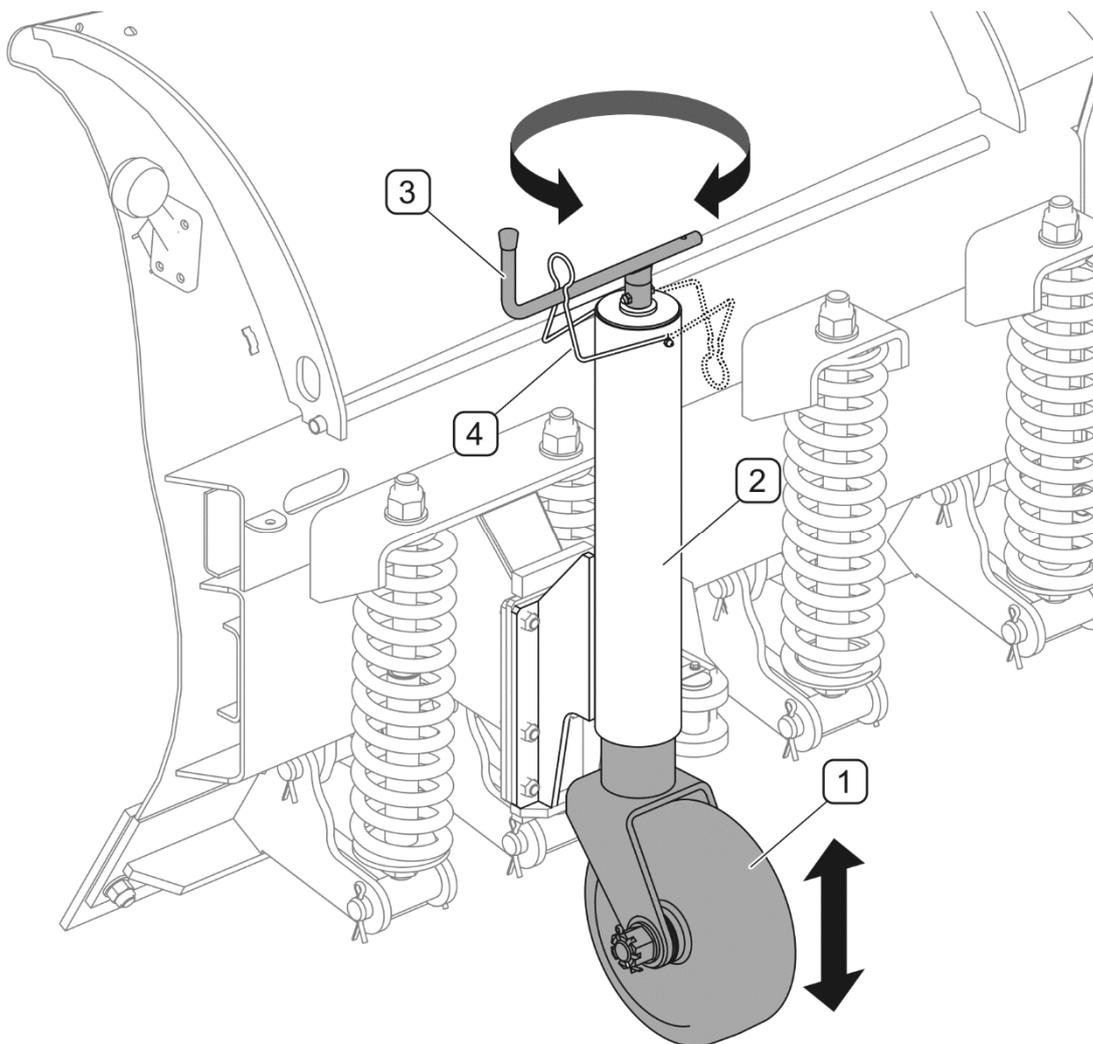

ABBILDUNG 4.8 Einstellung der Arbeitshöhe an mit Rädern ausgerüsteten Pflügen
(1) - Rad; (2) - Korpus; (3) - Drehgriff; (4) - Verriegelung des Drehgriffs
An mit Stützrädern (ABBILDUNG 4.8) ausgerüsteten Pflügen erfolgt die Einstellung der Arbeitshöhe durch Herausziehen oder Hineinschieben des Rades (1) im Korpus (2) durch Drehen des Drehgriffs (3). Der Drehgriff ist durch eine Verriegelung (4) gesichert. Nach der Einstellung der Höhe des Rades, muss der Drehgriff (3) die die entsprechende Position gebracht und mit der Verriegelung (4) gesichert werden. Es wird empfohlen die Räder auf die gleiche Höhe einzustellen.